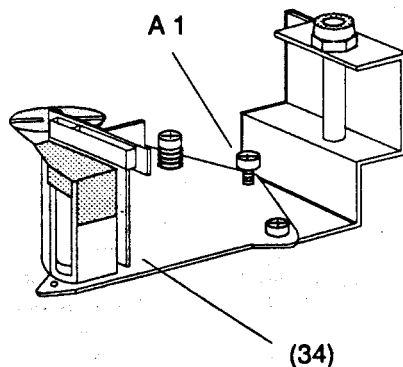

Fig. 40
- Neigung des A/C-Kopfes (34) mit Schraube "A1" (Fig. 40 / 41) so einstellen, daß das Band bei manueller Bandzugerhöhung leicht sichtbar, jedoch ohne zu bördeln am unteren Führungsbund des Bandlaufbolzens P4 aufliegt.
- Adjust the tilt of the A/C head (34) with the screw "A1" (Fig. 40 / 41) so that the tape, whilst manually increasing the tape tension, just touches the lower collar of the Tape Guide Bolt P4 without crinkling.
- Con la vite "A1" (fig. 40 / 41) regolare l'inclinazione della testina A/C in modo che aumentando manualmente la tensione del nastro, lo stesso scorra senza piegature lungo il collare inferiore del pino P4.